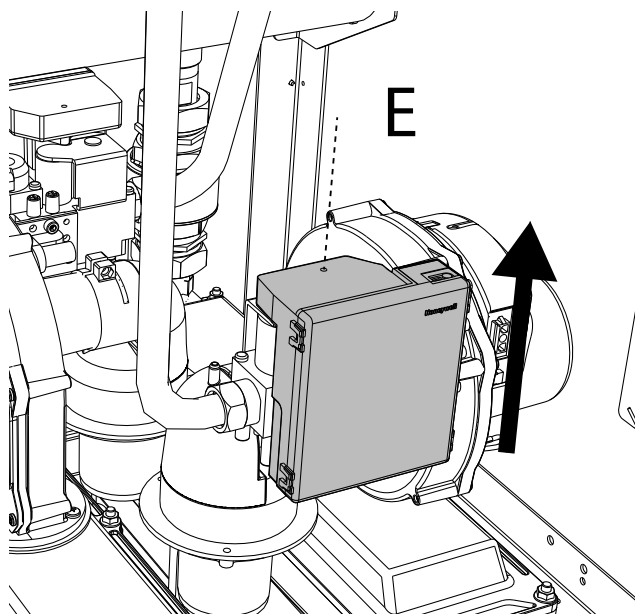

fig. 77
2. Svitare la vite "E" e sfilare la centralina dalla valvola a gas (fig. 77).